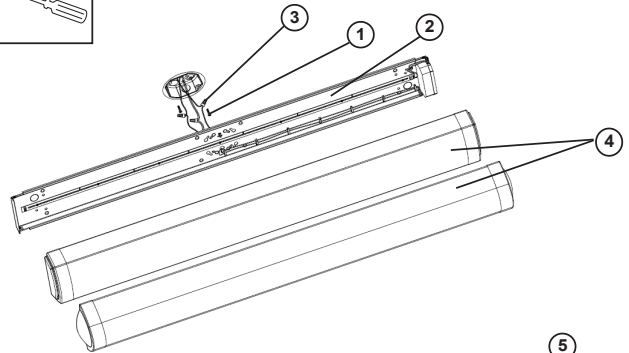

Figure 1
4. _Tenir solidement le bloc boîtier (2) et connecter le fil vert de mise à la terre de l'appareil au fil de cuivre nu de mise à la terre de la boîte de jonction à l'aide d'un capuchon de connexion (3). (Si le câblage d'alimentation ne comprend pas de fil de mise à la terre, consulter votre code d'électricité local et vérifier la méthode d'installation conforme).
5. Utiliser les serre-fils pour connecter le fil noir de l'appareil au fil noir d'alimentation et le fil blanc (neutre) de l'appareil au fil blanc d'alimentation. Voir la figure 1.
4. **Hold the fixture Fixture Housing (2)** firmly and connect the green ground wire from the fixture to the bare copper ground wire from the junction box using a Wirenut (3). (*If house wiring does not include a ground wire, consult your local electrical code for approved grounding methods*).
5. **Use Wirenuts (3) to connect** the black fixture wire to the black power supply wire and the white (*neutral*) fixture wire to the white power supply wire. **See Fig 1.**
4. Sostenga el ensamblaje de la Carcasa del luminario (2) firmemente y conecte el alambre verde de conexión a tierra del luminario al alambre de cobre descubierto de conexión a tierra de la caja de ensambladura usando una Tuerca de Alambre (3). (*Si el alambrado de la casa no incluye un alambre de conexión a tierra, consulte su código eléctrico local para métodos aprobados de hacer tierra*).
5. Use Capuchones de Alambres (3) para conectar el alambre negro de la luminaria al alambre negro suplidor de electricidad y el alambre blanco (neutral) de la luminaria al alambre blanco suplidor de electricidad. Vea Fig. 1.